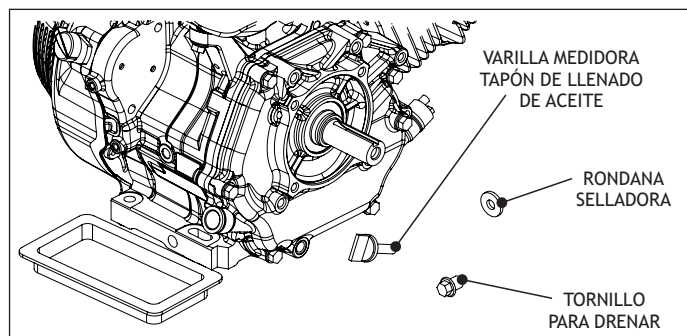

Fig 9. Aceite de motor (Drenado)
1. Drene el aceite del motor cuando el aceite está caliente, como se muestra en la Fig 9.